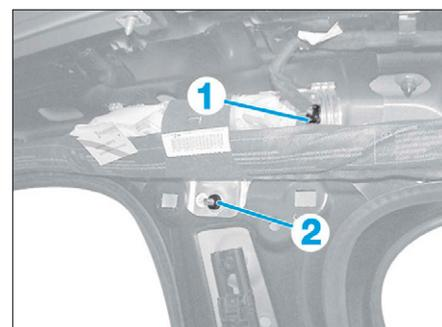

FIG. 8
- Déverrouiller et débrancher le connecteur (1) (Fig.8).
- Déposer l'écrou (2).